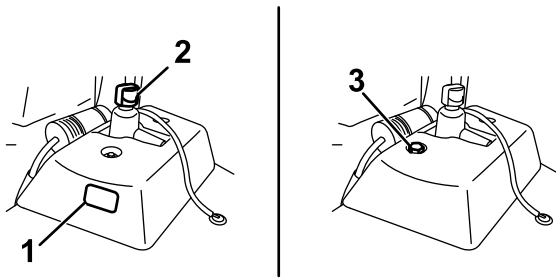

Figura 48
- Se il serbatoio idraulico ausiliario è dotato di un vetro spia, verificate attraverso di esso il livello dell'olio (Figura 48), quindi andate al passaggio 5.
- Se il serbatoio idraulico ausiliario non ha un vetro spia, individuate l'asta di livello presente sulla macchina (Figura 48), quindi andate al passaggio 3.